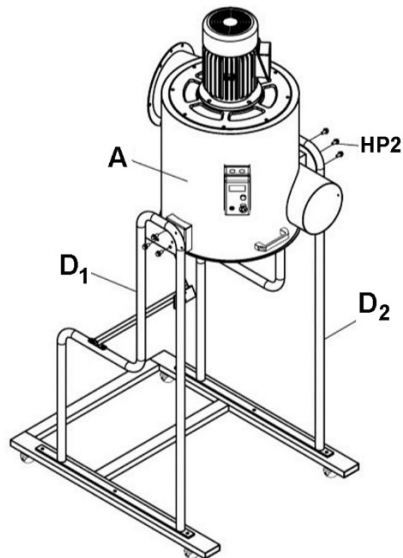

Abbildung 5
- Das Hauptgehäuse (A) zwischen dem linken und dem rechten Ständer (D₁, D₂) anordnen und mit sechs Flanschkopfschrauben (HP2) sicher befestigen. Siehe Abbildung 5.